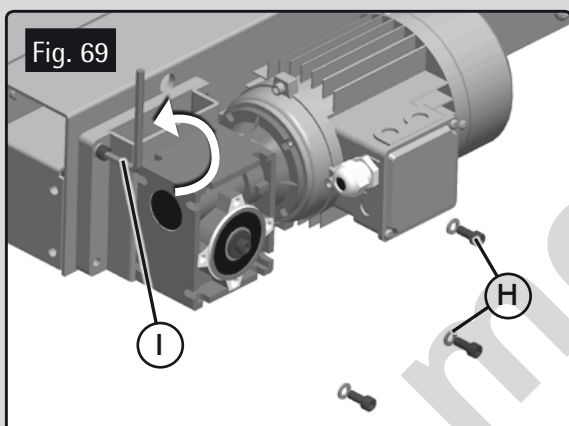
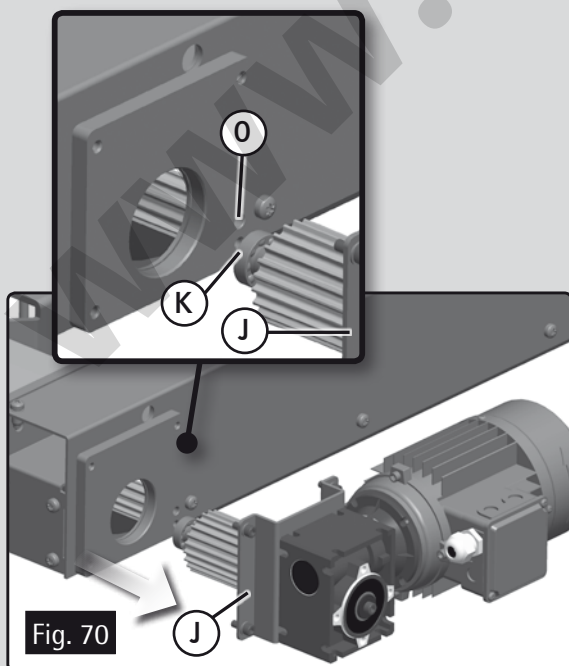

Fig. 69
Fig. 70
Enlever les vis et les rondelles (H, Fig. 69) à l'aide de la clé I. Déposer le moteur (J Fig. 70). Lors de la dépose, veiller à ne pas tirer sur le câble pour ne pas endommager les connexions internes.
Au moment de la dépose du moteur (J), sont également déposés l'arbre moteur, le galet entraîneur et le roulement (K Fig. 70).
- Monter le moteur en tenant compte du positionneur O (Fig. 70) et en emboîtant le roulement K (Fig. 70) dans son logement.